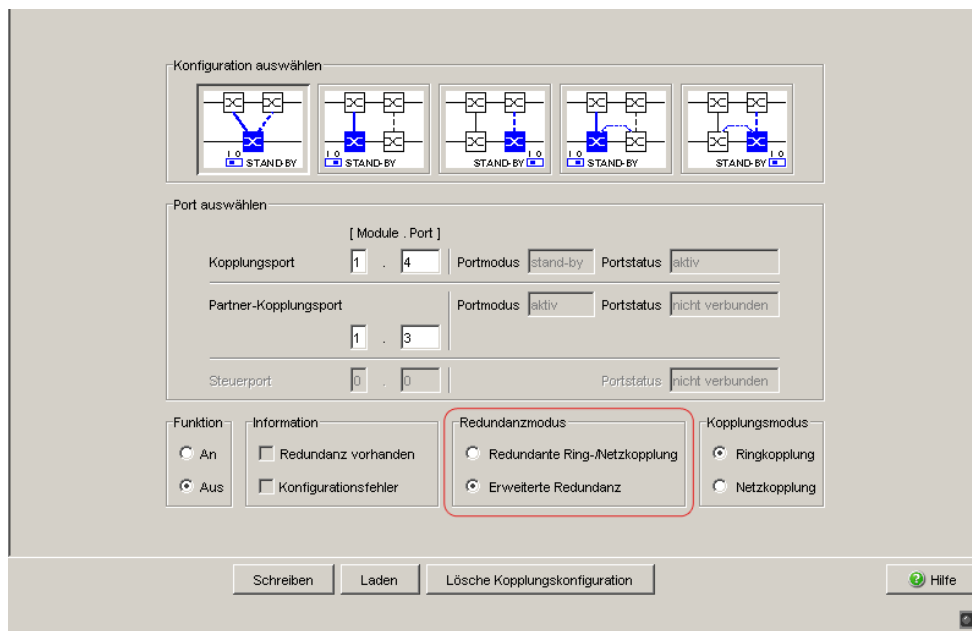

Abb. 26: Ein-Switch-Kopplung: Redundanzmodus auswählen
- Wählen Sie im Rahmen „Redundanzmodus“ (siehe Abbildung 26)